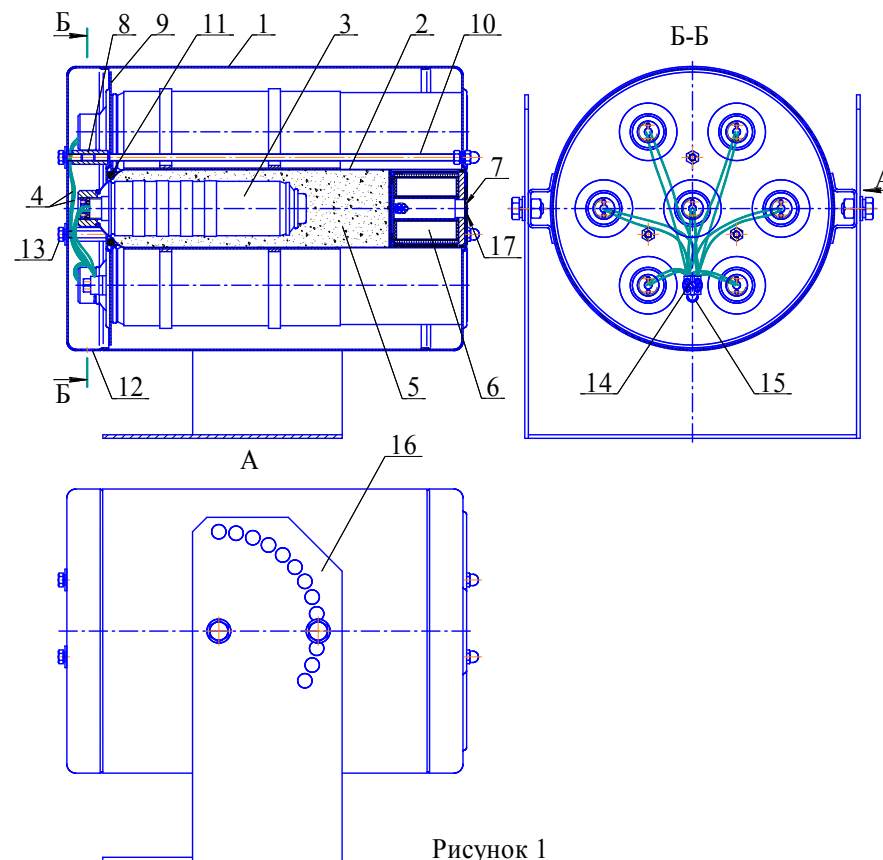

Рисунок 1
4.1.1 ГГПТ (см. рисунок 1) состоит из корпуса **1**, в котором размещены семь сменных картриджей **2**, содержащих газогенерирующий элемент **3** с элементом электропусковым **4**. Свободный объем корпуса картриджей **2** заполнен таблетками охладителя **5**. Для очистки огнетушащего газового вещества от механических примесей в каждом картридже установлен фильтр-сепаратор **6**. Выходное отверстие фильтра-сепаратора заглушено самоклеющейся пленкой ПВХ **7**. В верхней части корпуса **1** картриджи при помощи гаек **8** поджаты крышкой **9**. Соединение корпуса **1** с крышкой **9** производится шпильками **10**. Для компенсации воздействия вибрации между картриджами **2** и крышкой **9** установлены резиновые кольца **11**. Сверху ГГПТ закрыт крышкой **12**, которая закреплена болтами **13**, соединенными с гайками **8**. Оголенные концы проводов элементов электропусковых **4**, скрученных по одному проводу от каждого картриджа в две группы и залуженных после скрутки, закреплены в соединительной коробке (зажиме контактном винтовом) **14**. Выходные клеммы соединительной коробки **14** замкнуты проводом **15**. ГГПТ снабжен кронштейном **16**, обеспечивающим поворот генератора на необходимый угол при креплении его к потолку, стене, горизонтальной
- извлечь ГГПТ из кронштейна **16** (см. рисунок 1), снять с ГГПТ крышку **12**, отсоединить пусковой кабель и перенести генератор в комнату сборки;
6.1 Извлечь ГППТ из упаковки, произвести визуальный осмотр целостности корпуса. Снять крышку **12** (см. рисунок 1), открутив болты **13**. Проверить качество крепления оголенных концов проводов элементов электропусковых **4** в соединительной коробке **14**.
6.2 Закрепить кронштейн **16** (см. рисунок 1) на потолке, стене или иной несущей поверхности, расположенной под любым углом относительно поверхности пола. Координаты отверстий в кронштейне, предназначенном для крепления ГППТ, приведены на рисунке 2.